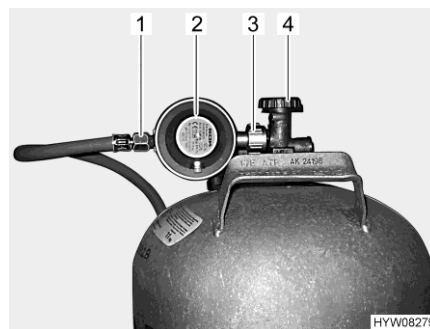

Fig. 68 Raccordo bombola del gas
- Chiudere la valvola principale di arresto (Fig. 68,4) della bombola del gas. Osservare la direzione della freccia.
- Tenere fermo il regolatore di pressione del gas (Fig. 68,2) e aprire il dado zigrinato (Fig. 68,3) (generalmente filettatura sinistra).
- Rimuovere il regolatore di pressione del gas con il tubo del gas (Fig. 68,1).
- Collocare il regolatore di pressione del gas (Fig. 68,2) con il tubo del gas (Fig. 68,1) sulla bombola del gas e serrare il dado zigrinato (Fig. 68,3) (generalmente filettatura sinistra). **Non** tirare con molta forza.